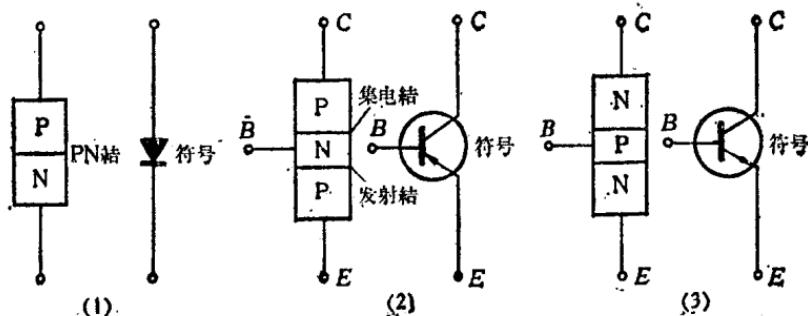

图 1-2
我们知道，二极管有一个 PN 结，用图 1-2(1) 符号表示。如果在一块半导体上制造二个距离很近的 PN 结，这样就形
成晶体三极管了。根据组合方式的不同，晶体三极管有 PNP 型和 NPN 型两类[见图 1-2(2)及 1-2(3)]，但他们的工作原理是相同的。晶体三极管共有三个不同的导电区域：PNP 型晶体管中间是 N 区，两边是 P 区，NPN 型晶体管中间是 P 区，两边是 N 区。中间区域的电极称为基极，用 B 表示，其它两边一端是发射极，用 E 表示，一端是集电极，用 C 表示。其中发射极和基极形成一个 PN 结，叫发射结，集电极和基极形成的那个 PN 结，叫集电结。